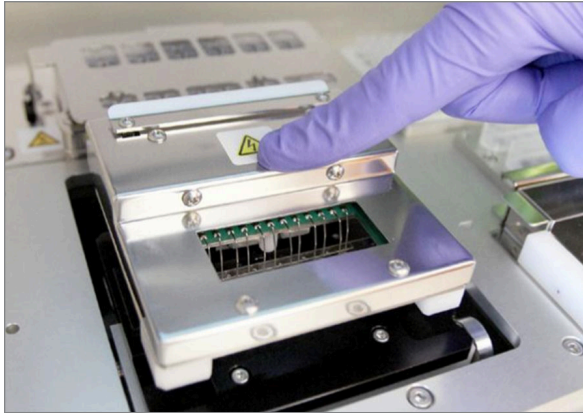

FIGURA 5.20: baje con cuidado la unidad de electrodos colocada sobre el cartucho.
14. Baje con cuidado la unidad de electrodos colocada sobre el cartucho (FIGURA 5.20). Los 24 electrodos deben introducirse fácilmente en los 24 pozos. Toque **Next** (Siguiendo).
IMPORTANTE: No utilice la palanca de liberación para bajar la unidad. Si lo hace, la unidad no podrá bloquearse. En cambio, presione en el cuerpo de la unidad, en un punto alejado de la palanca de liberación (FIGURA 5.20).